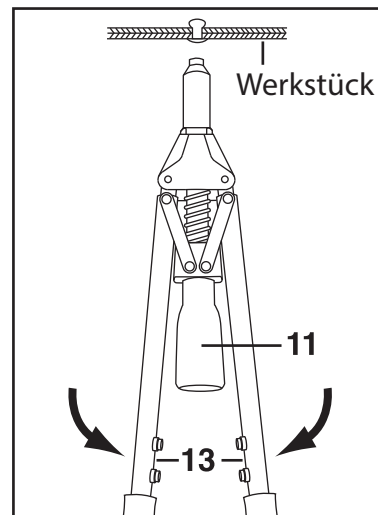

Abb.3
- 2) Beide Handgriffe (13) zusammendrücken, bis der Nietdorn abreißt (Abb.3).